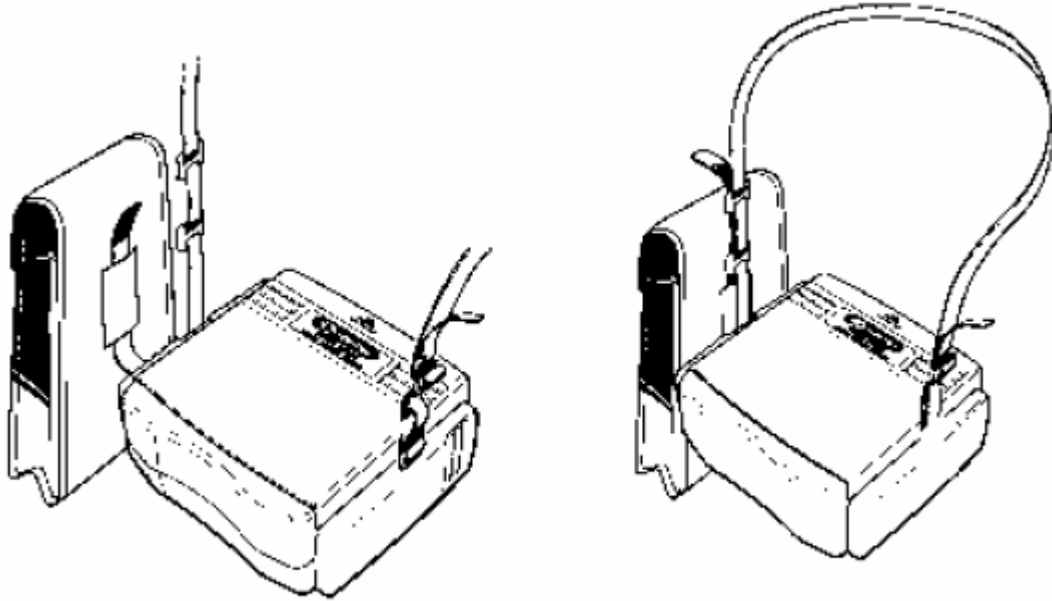

Fig.16
- 1)将肩带从仪表主体的侧面口穿下，再从探针包底部往上穿出。(Fig. 16)